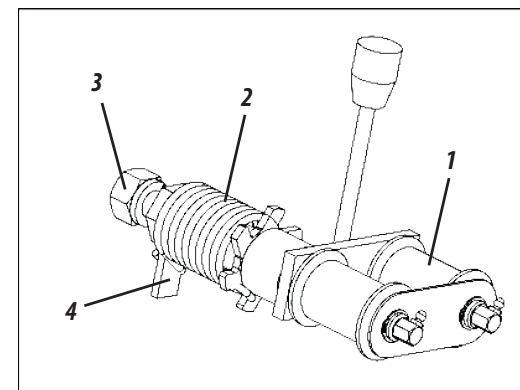

Figura 60
ESTICADOR OSCILANTE (FIGURA 60)
O esticador (1) é dotado de mola de torção (2) para maior flexibilidade do mesmo. Se necessário maior pressão no esticador, solte a porca interna (3) do mesmo, gire o eixo (4) passando o engate da mola (2) para o outro dente da roseta do eixo e reaperte novamente a porca interna (3), **conforme mostra a figura 60.**